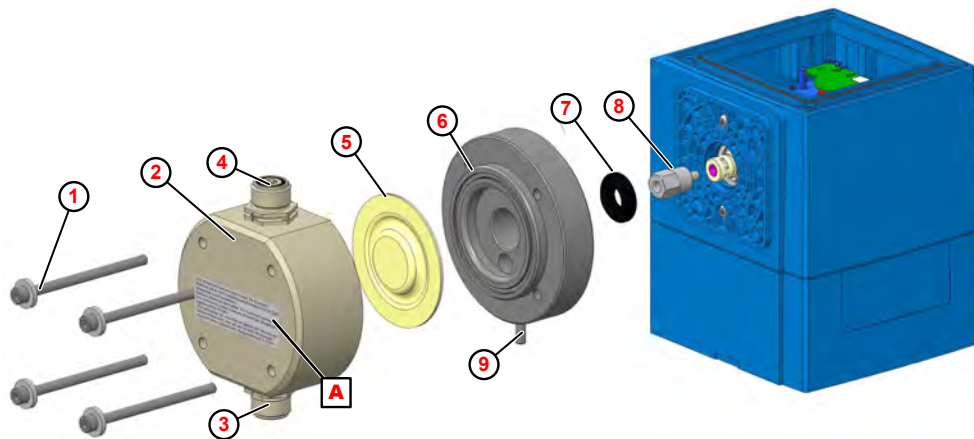

Abb. 24: Austausch von Pumpenkopf, Membrane und Schutzmembrane
1. ➤ Saug- und Druckventil (Abb. 24 , ③ und ④) abschrauben.
2. ➤ Pumpenkopfschrauben ① lösen und herausnehmen.
3. ➤ Pumpenkopf ② abnehmen.
4. ➤ Membrane ⑤ herausschrauben.
5. ➤ Zwischenplatte ⑥ abnehmen
6. ➤ Schutzmembrane ⑦ abziehen.
8. ➤ Zwischenplatte so einlegen, dass Membranbruchauslauf ⑨ nach unten zeigt.